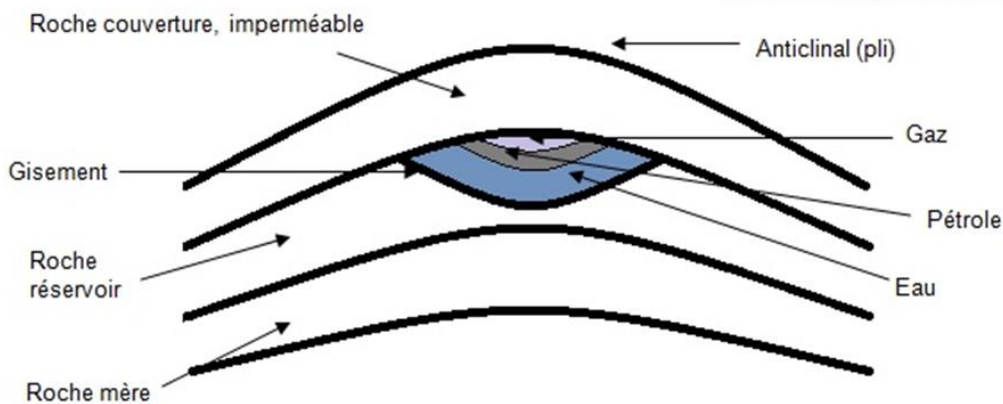

Figure 4. Schéma simplifié d'un gisement de pétrole
**Roche mère:** une roche sédimentaire riche en matière organique qui s'est déposée en conditions marines profondes ou lacustres. Elle est formée d'hydrocarbures et connue sous le nom de kérogène en géologie pétrolière. L'enfouissement progressif de la roche mère concomitant d'une élévation de température va permettre la genèse de pétrole et de gaz à partir d'un certain seuil de température (Fig.4).